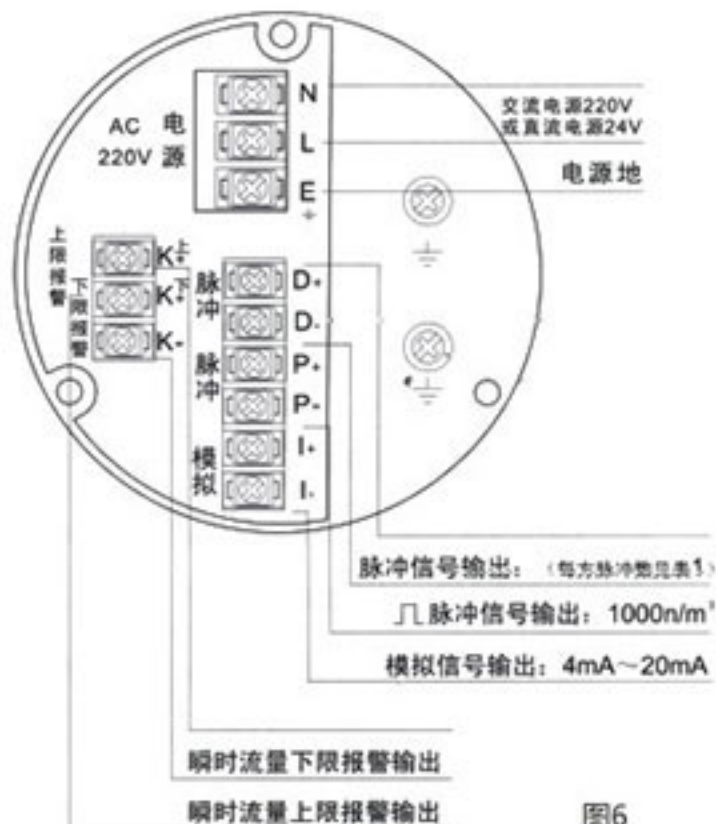

图6
7.5 连接电源线和输出信号线时，必须在断电情况下进行，再按图6所示的标记在接线柱上正确接线，接地线应可靠接地。